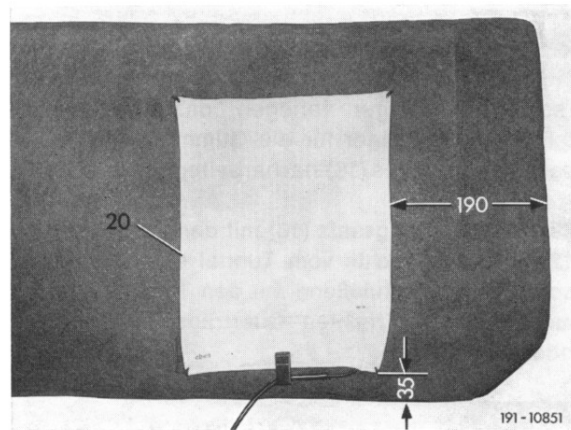

Bild 10
40 Heizkissen (20) an den Ecken nach Bild 10 und 11 an der Gummihaarauflage des Fondsitzes und der Fondlehne anheften.